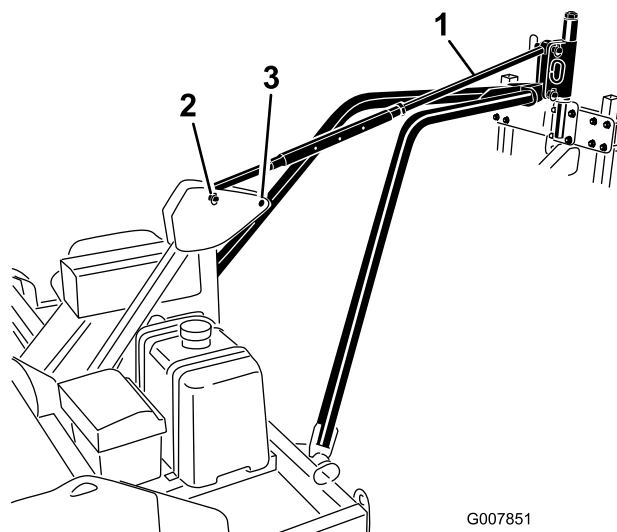

Bild 14
5. Fluchten Sie das Loch in der Anbauvorrichtungsplatte des Zugarms mit den unteren Löchern in der beweglichen Anbauvorrichtung des Aerifizierers aus (Bild 14).
8. Befestigen Sie den Neigungssteuerungslenker mit Anbauvorrichtungsstiften und Klappstecker in den oberen Löchern der beweglichen Anbauvorrichtung des Aerifizierers und des Rahmens (Bild 14).